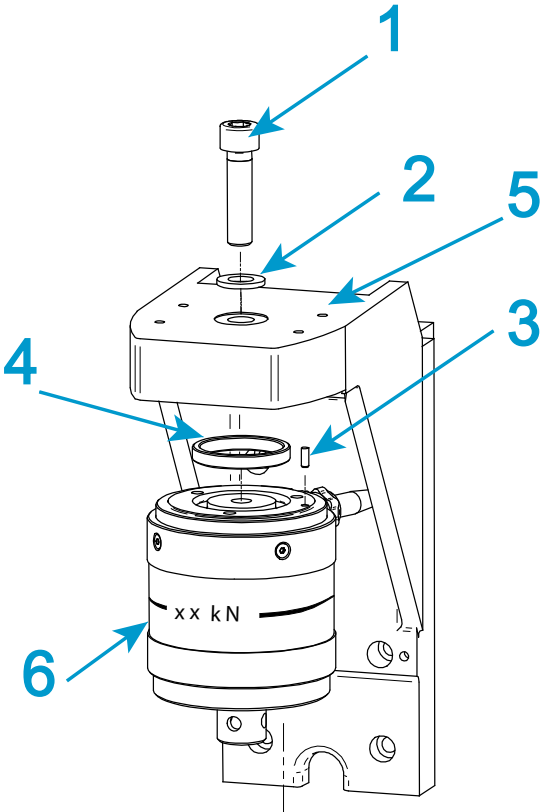

图 16. 安装 2580 系列载荷传感器 （容量 500 N 至 5 kN）
图标 图 16
1. 请参阅第 78 页图 16 及其相关说明。